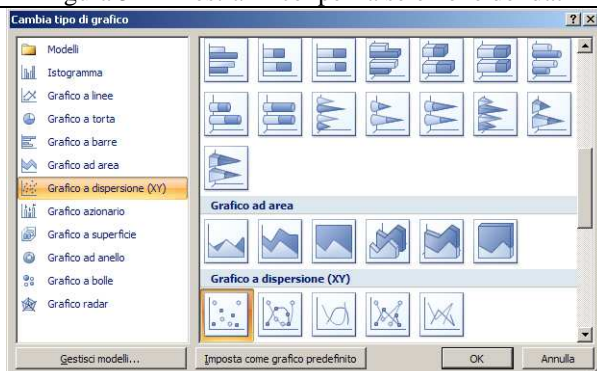

Figura 7 – Finestra Excel per la selezione del tipo di grafico
- Cliccare sulla prima icona del menu , appare la finestra di figura 7 e quindi cliccare su